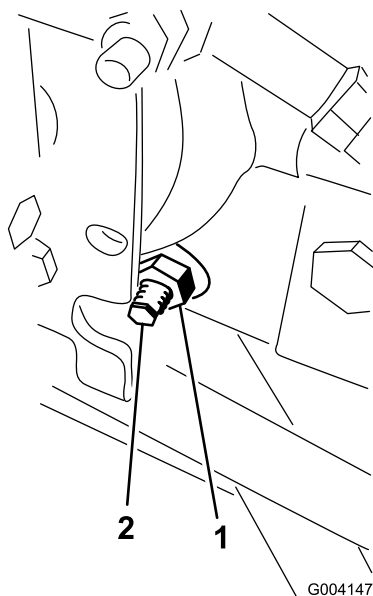

**Bild 69**
4. Lösen Sie rechts am Hydrostat die Sicherungsmutter an der Fahrtrieb-Einstellnocke (Bild 69).